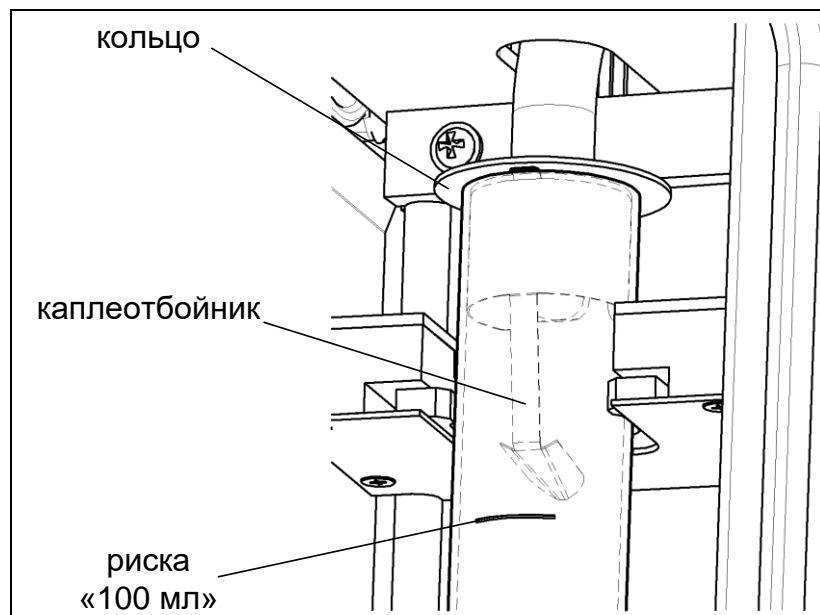

Рисунок 10 – Установка мерного цилиндра в приёмник
- 4.4.2.27 На нижний конец конденсатора установить резиновое кольцо (см. рисунок 10).
- 4.4.2.28 В мерный цилиндр установить каплеотбойник (см. рисунок 10). Конец каплеотбойника должен быть направлен в сторону задней стенки приемника.